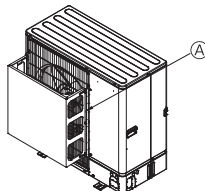

Fig. 2-5
② Dacă unitatea este instalată în zone în care vânturile puternice ale unui tifun, etc. pot intra direct în gura de evacuare, instalați un sistem opțional de ghidare a aerului, (Fig. 2-5)